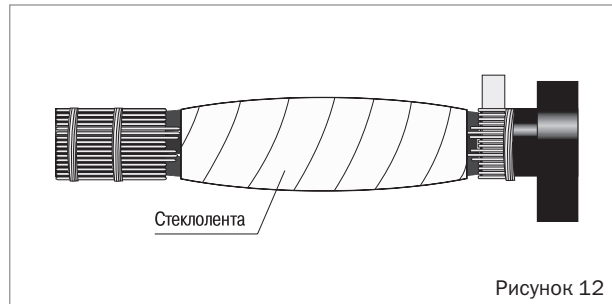

Рисунок 12
- Произвести стягивающую намотку стеклоленты на жилы кабелей с 50%-ным перекрытием при одновременном сжатии жил друг с другом (рисунок 12).